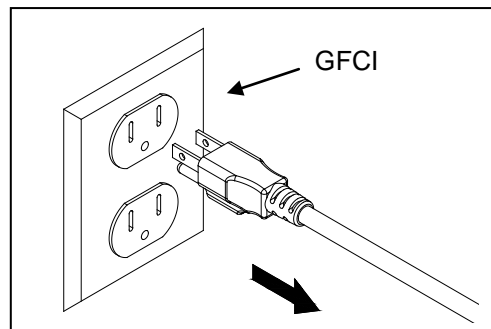

Fig. 13
1. Desconecte la luz UV de la fuente de energía. Deje enfriar la luz durante un tiempo considerable antes de extraerla. Fig. 13